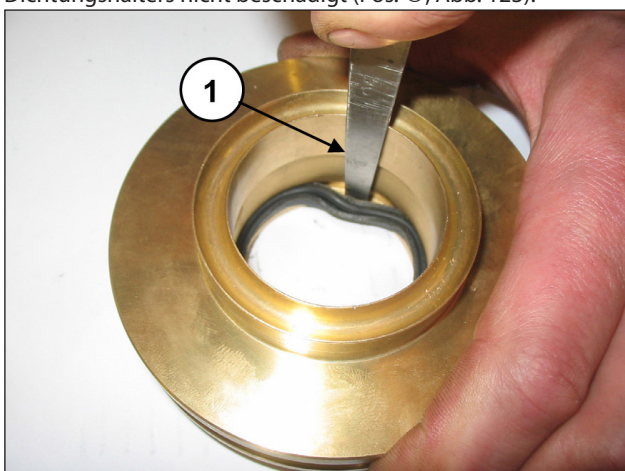

Abb. 123
Zur Abnahme der ND-Dichtung müssen Sie eine Fühlerlehre oder ein ähnliches Werkzeug verwenden, das den Sitz des Dichtungshalters nicht beschädigt (Pos. ①, Abb. 123).